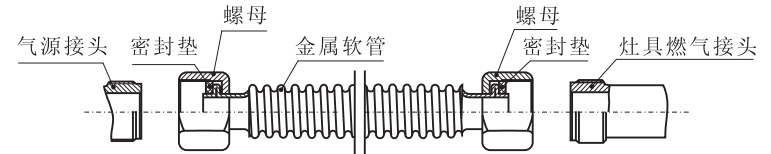

图5
2) 使用金属软管连接的灶具：清理干净进气口，在金属软管两端的螺母内分别装入矩形密封垫，将螺母拧紧在气源接头和灶具燃气接头上（如图5所示）。